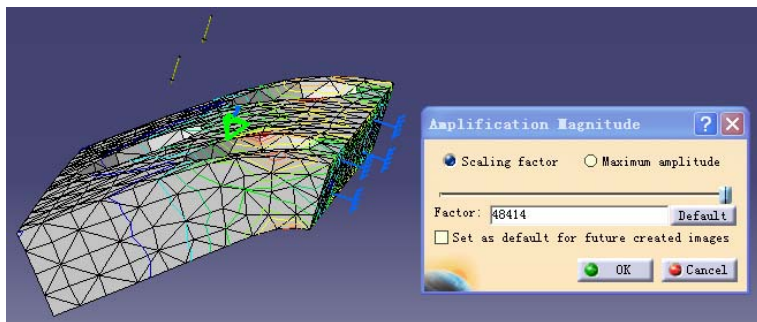

图 6-7
(2) 选择窗口下面的 Amplification Magnitude  键，用 Factor 值调整变形，如图 6-7（选择菜单 View → Render Style → Customize View，对话框中恢复初始设置）。